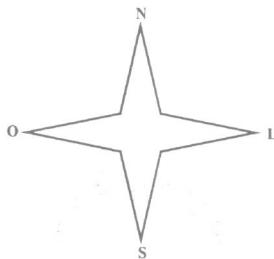

Fig. 1. Pontos cardeais.
Por convenção, pode-se chamar de Leste (L) o lado em que o sol nasce e de Oeste (O) o lado onde o sol se põe (poente). Se uma pessoa apontar a mão direita para o nascente (Leste), a sua frente estará para o Norte (N) e suas costas para o Sul (S), conforme Fig. 1.